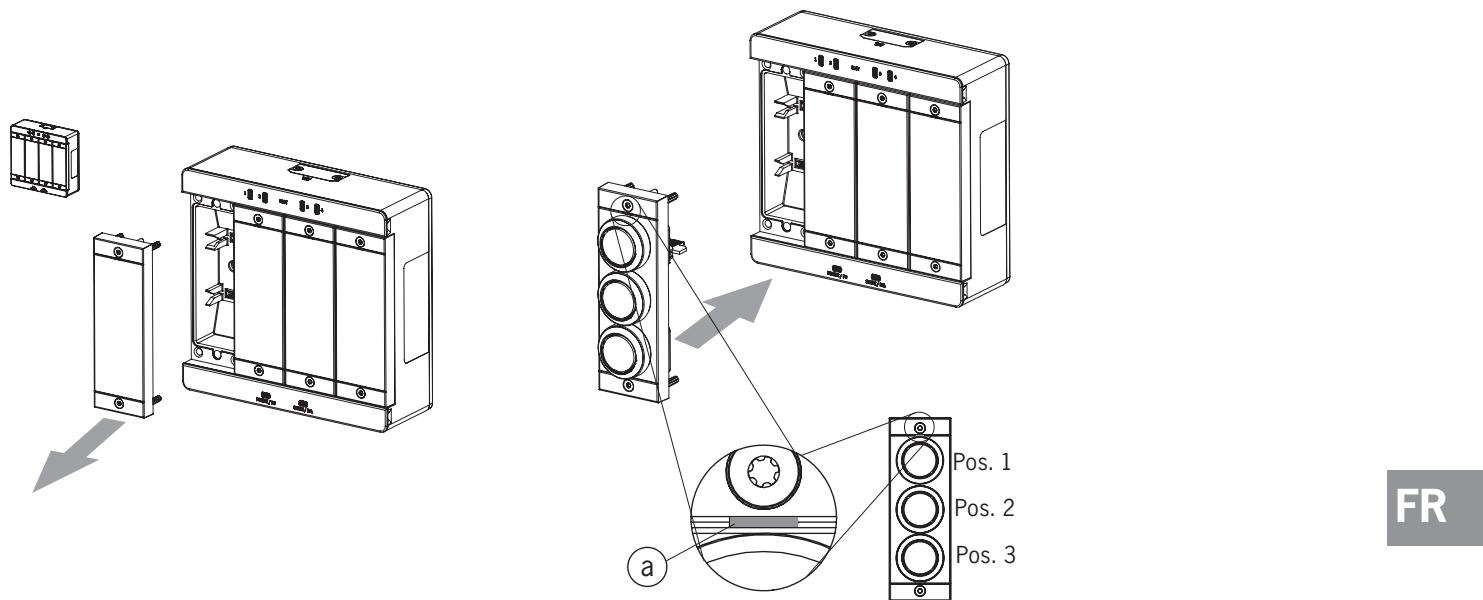

Fig. 6 : Montage d'un sous-module
- Tenir compte de l'orientation du sous-module. Voir le repère (a) sur la Fig. 6 : Montage d'un sous-module. Les sous-modules peuvent être pivotés également de 180°. Le repère (a) indique toujours la première position équipée. Dans l'exemple ci-dessous en l'occurrence la position du bouton-poussoir S1.